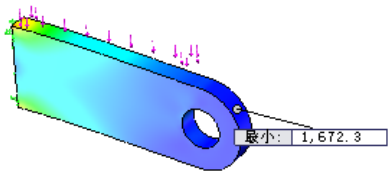

图 12.3.25 显示最小注解
- ☒ **显示最小注解** 复选框：在模型中显示最小注解（图 12.3.25）。